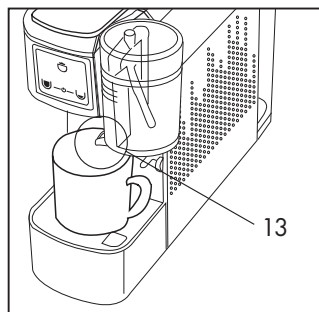

Fig. 21
- Chiudere il supporto (11) e posizionare la tazza direttamente sulla griglia.
Controllare che la tramoggia del bicchiere latte (13) sia orientata nella tazza. **(Fig. 21)**